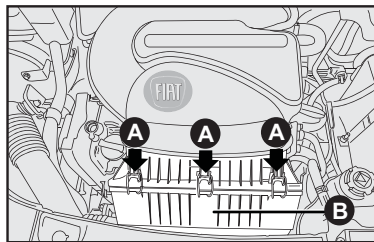

fig. 11
SUSTITUCIÓN - figs. 11, 12 y 13
- Suelte los elementos de fijación A-fig. 11 y saque la tapa B-fig. 11 por el lado izquierdo.